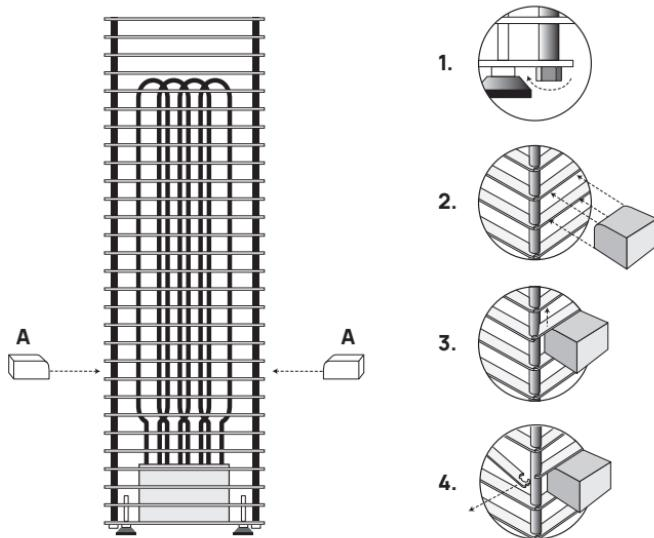

Abbildung 3. Öffnen der Lamellen des elektrischen HUUM CLIFF Saunaofens
Um die Anbringung der Steine zu vereinfachen, können alle Lamellen des Ofens mit Hilfe von Holzklotzen (A) entfernt werden. Siehe Abbildung 3.